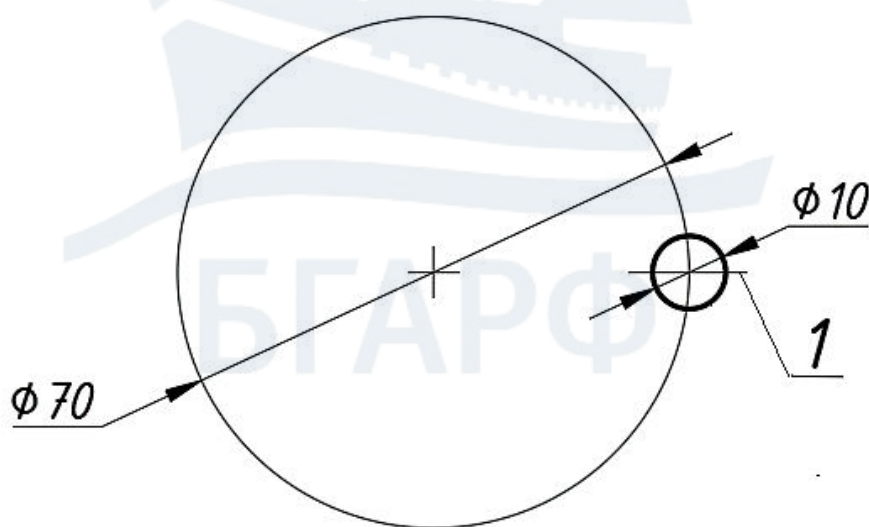
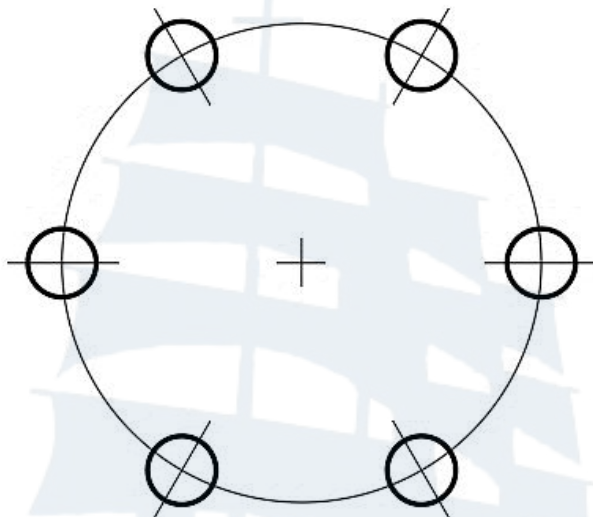
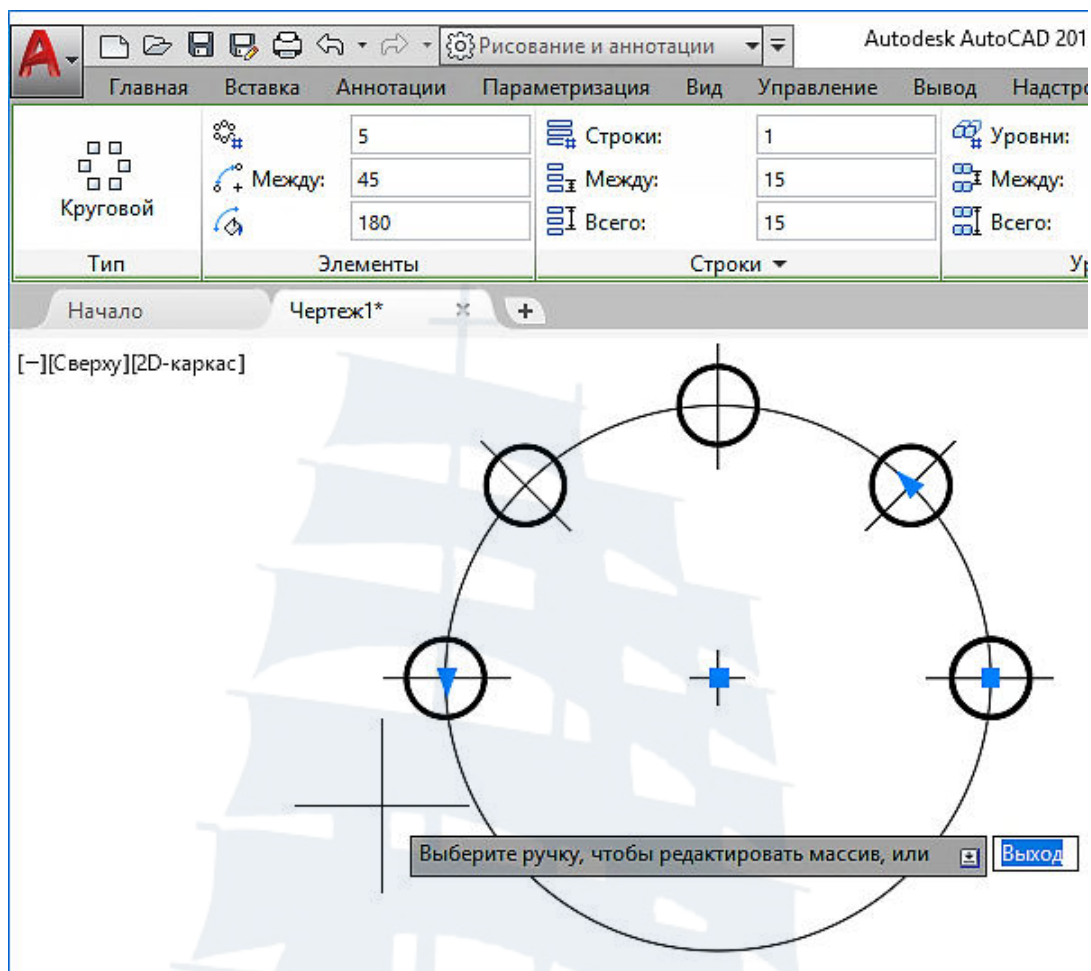

Рис. 142
Рис. 143. Круговой массив
Рис. 144
Начертить окружность диаметром **70** мм, затем окружность диаметром **10** мм как на рис. 142. Построить круговой массив (рис. 143).
Выделить левой кнопкой мыши **меньшую окружность** диаметром **10** мм и линию **1** (рис. 142) →  **Круговой массив** → Указать **центр массива** (левой кнопкой указать центр большой окружности) → Ввести **число элементов (6)** → **Enter** → Указать **угол заполнения (360^0)** → **Enter** → Пробел.
Выделить левой кнопкой мыши **меньшую окружность** диаметром **10** мм и линию **1** (рис. 142) →  **Круговой массив** → Указать **центр массива** (левой кнопкой указать центр большой окружности) → **Enter**.
Выделить левой кнопкой мыши **меньшую окружность** диаметром **10** мм и линию **1** (рис. 142) →  **Круговой массив** → Указать **центр массива** (левой кнопкой указать центр большой окружности) → Открывается вкладка **Создание массива** → На панели **Элементы** указать число элементов **5** и угол заполнения **180** (рис. 144) → **Enter**.